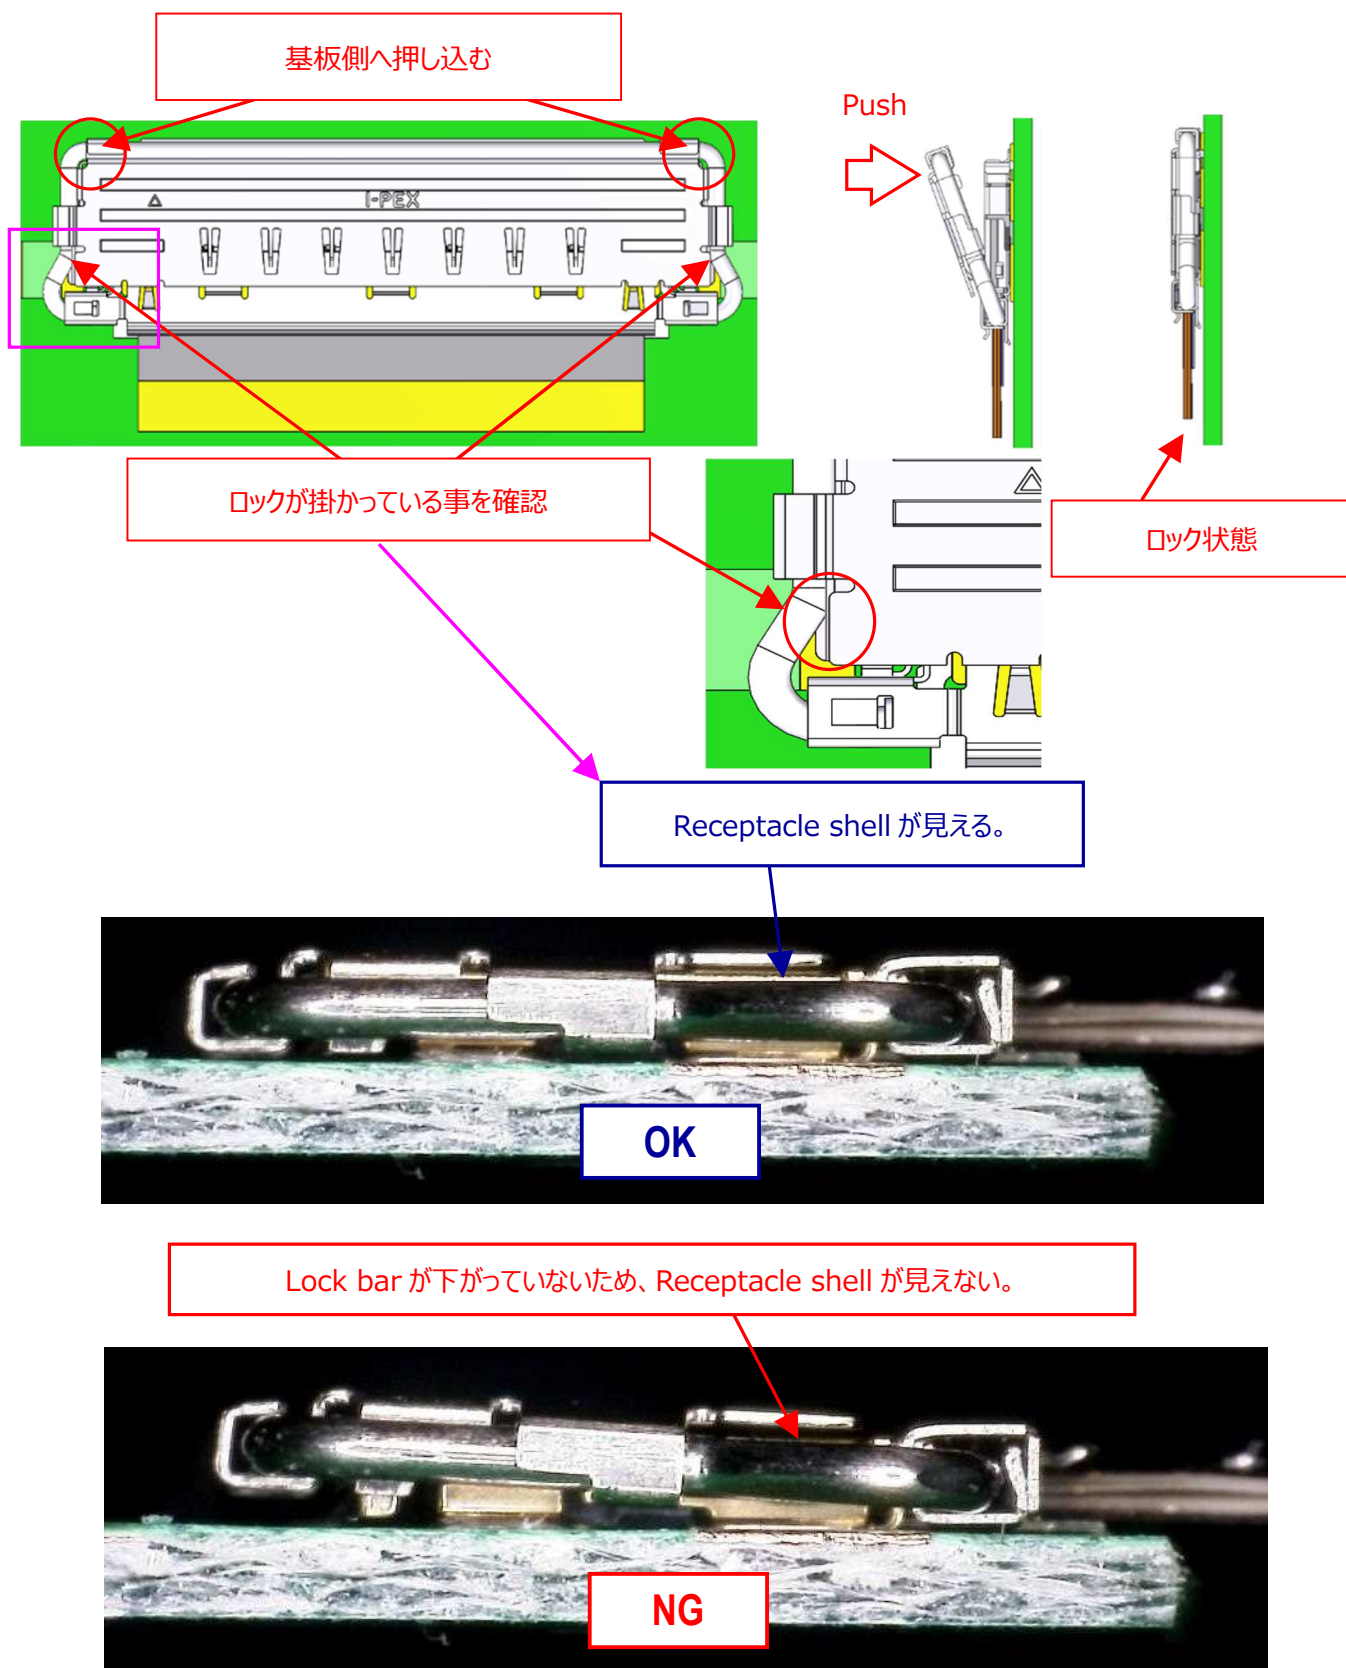

図 15
④Cover の図 15○部を基板側へ押し込み、リセプタクルコネクタの SHELL と Lock Bar をロックさせる。